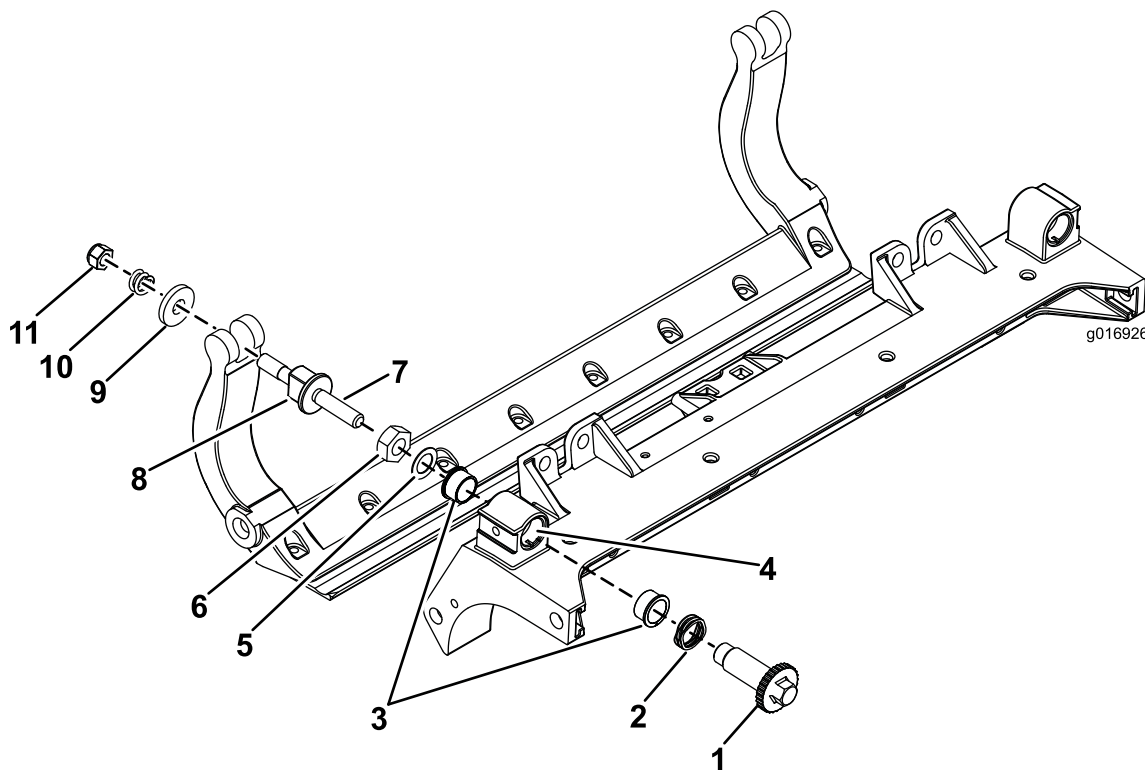

Bild 36
1. Entfernen Sie alle Teile (siehe *Installationsanleitung* für das HD-DPA-Kit, Modellnr. 120-7230, und auch Bild 36).
2. Tragen Sie ein Gleitmittel innen im Büchsenbereich am Trägerrahmen der Schneideinheit auf (Bild 36).
3. Fluchten Sie die Keile an den Bundbüchsen mit den Schlitten im Rahmen aus und setzen Sie die Büchsen ein (Bild 36).
4. Legen Sie eine Wellenscheibe auf die Einstellerwelle und schieben Sie die Welle auf die Flanschbüchsen im Schneideinheitrahmen (Bild 36).
5. Befestigen Sie die Einstellerwelle mit einer Flachscheibe und einer Sicherungsmutter (Bild 36). Ziehen Sie die Sicherungsmutter mit 20-27 N·m.
Hinweis: Legen Sie eine Nylonscheibe an jede Seite des Seitenplattenansatzes. Legen Sie eine Stahlscheibe außen auf jede Nylonscheibe (Bild 36).